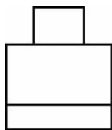

图 6
3. ABC 【解析】D 图中，下方为不规则的四边形，其主视图如图 6 所示，与题目不符。